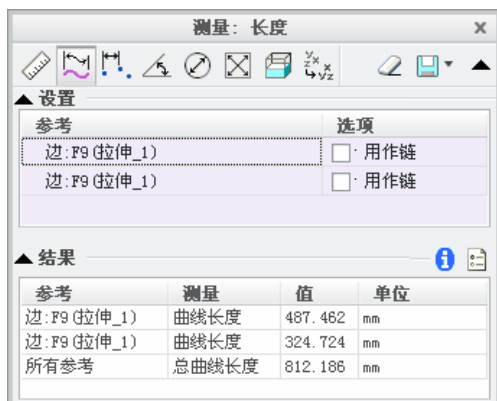

图 8.1.19 “测量：长度”对话框
Step3. 在弹出的“测量：汇总”对话框中，单击“长度”按钮，如图 8.1.19 所示。
- (2) 在图 8.1.19 所示的“测量：长度”对话框的结果区域中，可以查看测量的结果。